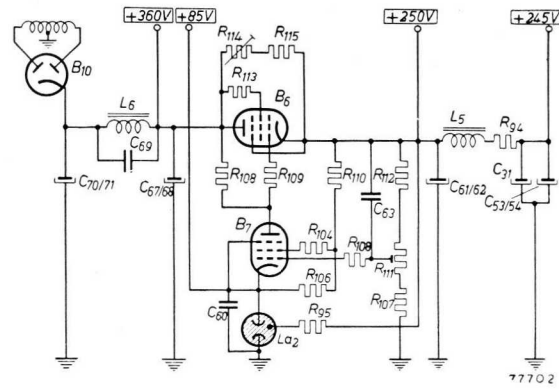

Fig. 9
**Voeding van versterker en tijdbasisgenerator** — Door middel van de gelijkrichtbuis  $B_{10}$  wordt een gelijkspanning van ca. 360 V verkregen (fig. 9). Voor verschillende doeleinden (o.a. ter vermindering van de invloed van netspanningsvariaties op de synchronisatie) is een zeer constante spanning nodig, die wordt verkregen met behulp van een elektronische spanningsstabilisator, die de spanning van 360 V omzet in een gestabiliseerde spanning van 250 V. Bovendien is nog een extra afvlakfilter aangebracht, zodat tenslotte een spanning van 245 volt beschikbaar is, die zeer constant is en vrij van rimpel.